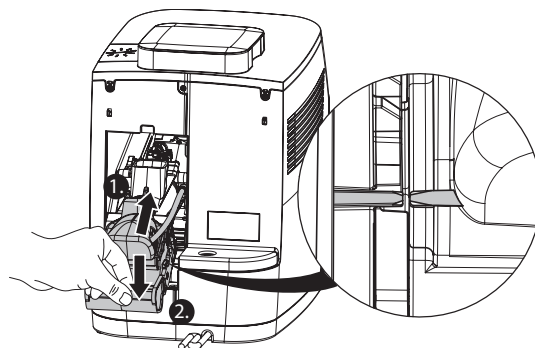

fig. 16: Introducir la unidad de vapor
6. Vuelva a colocar la unidad de vapor en la máquina e introdúzcala el máximo posible, los cierres deben estar alineados (fig. 16).